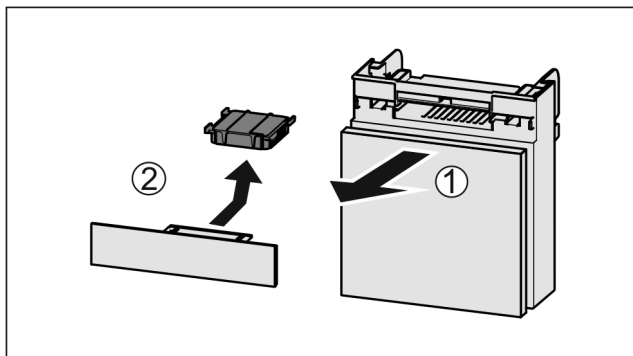

Fig. 148
- Zásuvku vytáhněte dopředu Fig. 148 (1).
- Filtr s aktivním uhlím vyjměte Fig. 148 (2).